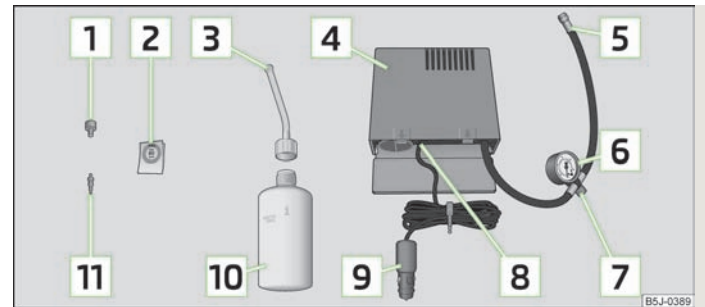

Abb. 137 Bestandteile des Pannensets
Der Ventileinsatzdreher **1** » Abb. 137 hat am unteren Ende einen Schlitz, in den der Ventileinsatz passt. Nur so kann der Ventileinsatz aus dem Reifenventil heraus- und wieder hineingedreht werden. Das gilt auch für den Ersatz-Ventileinsatz **11**.
- Den Aufkleber **2** » Abb. 137 auf die Schalttafel im Sichtfeld des Fahrers kleben.
- Die Reifenfüllflasche **10** » Abb. 137 einige Male kräftig hin und her schütteln.
- Den Reifenfüllschlauch **5** » Abb. 137 des Luftkompressors fest auf das Reifenventil schrauben.